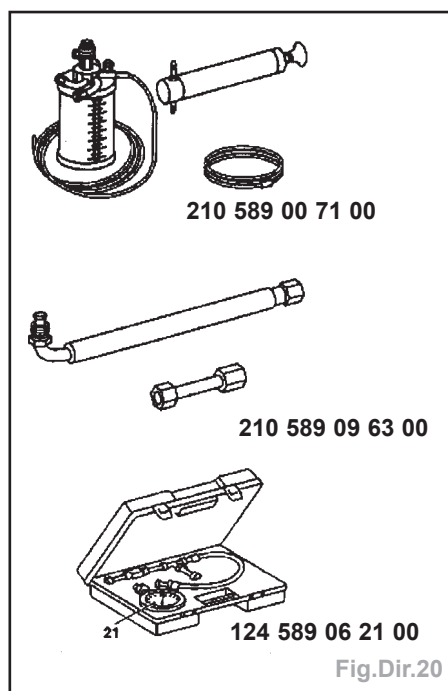

Fig.Dir.20
- Outils nécessaires (Fig.Dir.20) :